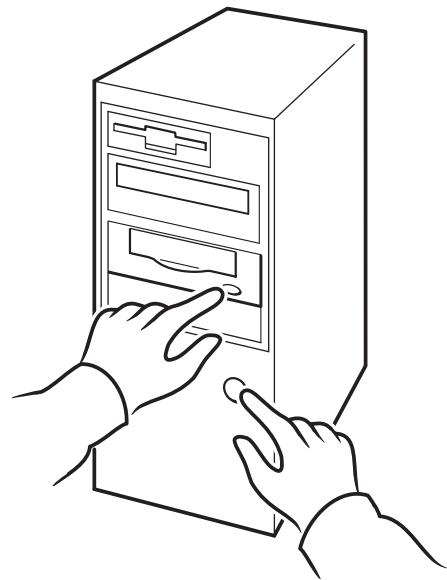

Figure 13b : hp obdr, étape 2
- 2** Maintenez le bouton d'éjection du lecteur de bande enfoncé. Tout en maintenant le bouton d'éjection enfoncé, mettez votre serveur sous tension (voir figure 13b). Cela permet d'activer la fonction HP One-Button Disaster Recovery. Relâchez le bouton dès que les voyants Tape (bande) et Clean (nettoyage) de la face avant clignotent en alternance, ce qui correspond à la séquence OBDR.